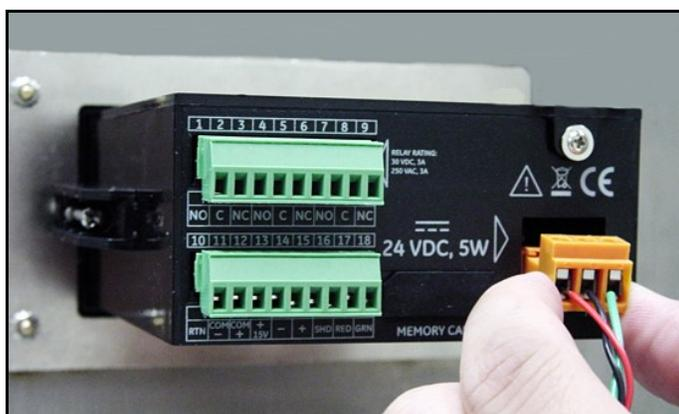

Figura 34: Reinserción del conector de alimentación de CC
4. Vuelva a insertar el conector de alimentación en el panel posterior del analizador **dew.IQ** como se muestra en la *Figura 34 a continuación*.